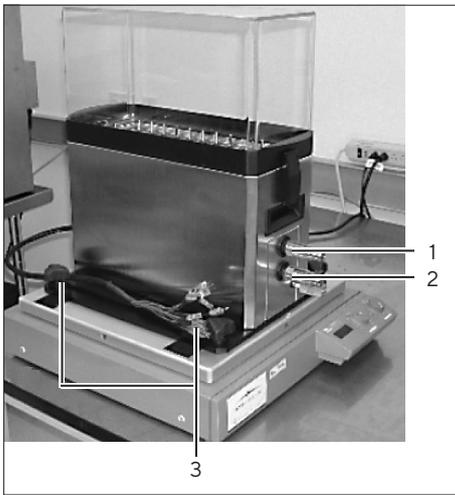

Abb.7: Positionierung des S³-Moduls
- ▶ Stellen Sie das S³-Modul auf den Cryomixer Jr., wie in der Abbildung 7 dargestellt, sodass die Bewegung des Cryomixer Jr. ein Mischen entlang der gesamten Celsius® Pak-Länge ermöglicht.